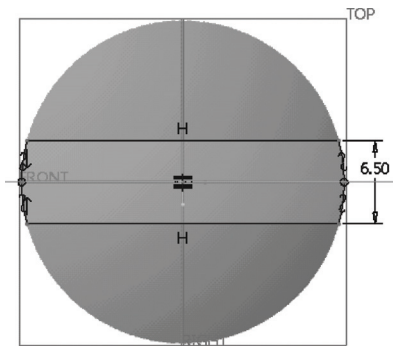

图 12-4 绘制拉伸截面
5) 绘制图 12-4 所示的拉伸截面，单击 (确定) 按钮。